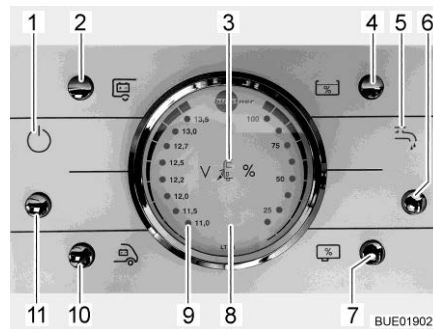

Fig. 188 Pannello di controllo LT 96
Il tasto (Fig. 188,11) inserisce o disinserisce il pannello di controllo e l'alimentazione a 12 V del vano abitabile.
- Accensione:** ■ Premere il tasto (Fig. 188,11): L'alimentazione a 12 V dell'abitacolo è inserita. La spia di controllo (Fig. 188,1) si accende.
- Spegnimento:** ■ Premere il tasto (Fig. 188,11): L'alimentazione a 12 V dell'abitacolo è disinserita. La spia di controllo (Fig. 188,1) si spegne.
Per l'indicatore volt/serbatoio (Fig. 188,8) leggere la scala sinistra. L'indicatore si illumina automaticamente appena viene premuto un tasto.
- Premere il tasto (Fig. 188,10): Viene indicata la tensione della batteria di avviamento.
- Premere il tasto (Fig. 188,2): Viene indicata la tensione della batteria dell'abitacolo.
Per l'indicatore volt/serbatoio (Fig. 188,8) leggere la scala destra. L'indicatore si illumina automaticamente appena viene premuto un tasto.
- Premere il tasto (Fig. 188,4): Viene indicato il livello del serbatoio dell'acqua.
- Premere il tasto (Fig. 188,7): Viene indicato il livello del serbatoio delle acque grigie.
- Premere il tasto (Fig. 188,6): L'alimentazione idrica è accesa. La spia di controllo della pompa dell'acqua (Fig. 188,5) si accende.
- Premere il tasto (Fig. 188,6): L'alimentazione idrica è spenta. La spia di controllo della pompa dell'acqua (Fig. 188,5) si spegne.
La spia luminosa rossa "ALARM" (Fig. 188,9) inizia a lampeggiare non appena la tensione della batteria dell'abitacolo scende al di sotto di 11 V (misurazione durante il normale esercizio) con conseguente rischio che la batteria si scarichi troppo.
La spia di controllo a 12 V (Fig. 188,1) si accende non appena viene inserito il tasto principale dei 12 V (Fig. 188,11).
La spia di controllo a 230 V (Fig. 188,3) si accende quando all'ingresso della centralina elettrica è presente una tensione di rete.